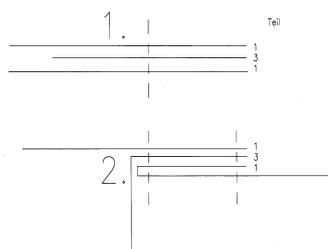

Abbildung 4
5. Die zwei Segelhälften zusammennähen, dabei wird der Kiel (Teil 3) siehe Abbildung 4 mit eingnäht.